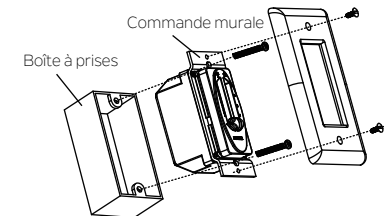

Fig. 23
**Étape 2.** Serrez les vis fournies pour fixer la commande murale à la boîte à prises (Fig. 23).